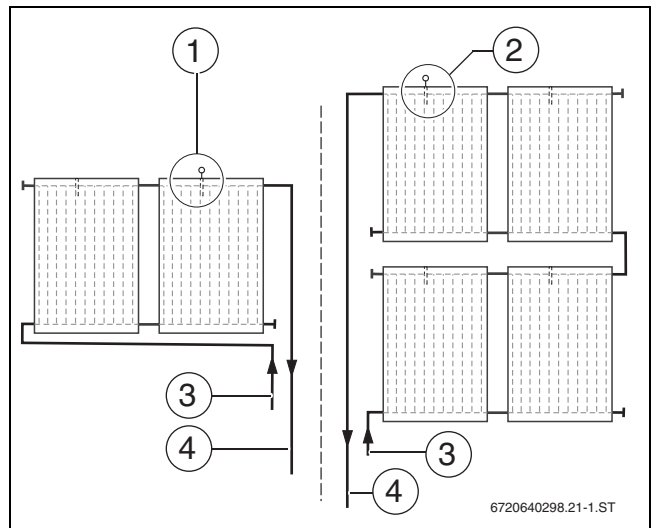

Fig. 49 Position de la sonde capteur
- Monter la sonde dans le capteur avec le départ en place (→ fig. 49).